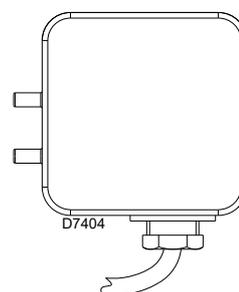

Fig. 22
- Regolare il pressostato aria (Fig. 22) ad inizio scala.
Eseguire la regolazione del pressostato aria (Fig. 22) dopo aver effettuato tutte le altre regolazioni del bruciatore con il pressostato aria regolato a inizio scala.